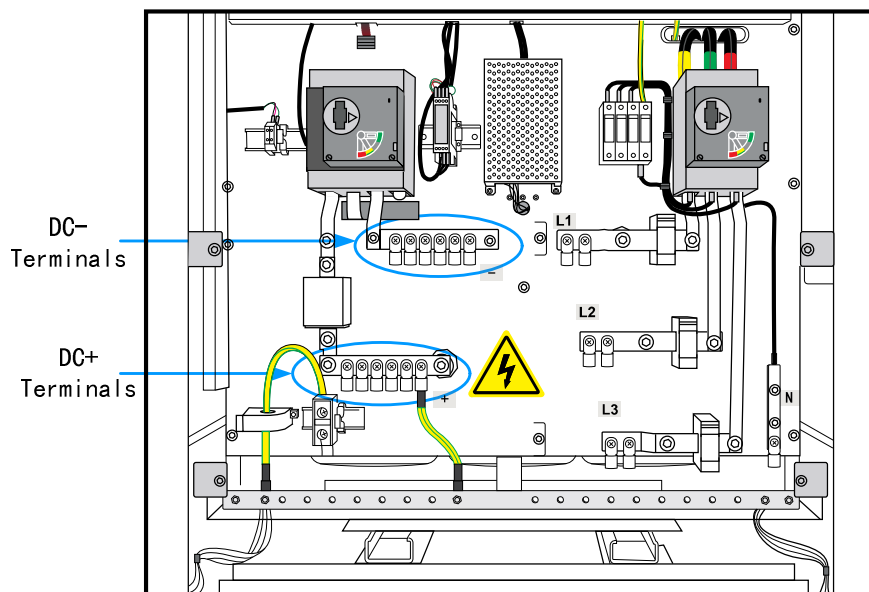

Fig 7-23 Instradamento dei cavi di ingresso CC
2. Dirigere i cavi CC attraverso i fori di ingresso dei cavi verso i terminali CC, vedere Fig 7-23.